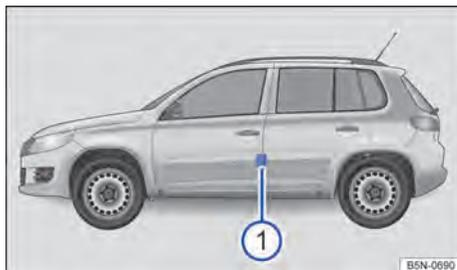

Fig. 205 Na coluna do condutor: etiqueta com as pressões dos pneus 1 (alternativa ao lado interno da portinhola do tanque).
- (A) Pressão dos pneus para os pneus do eixo dianteiro.
- (B) Pressão dos pneus para os pneus do eixo traseiro.
- (1) Pressão dos pneus no carregamento parcial.
- (2) Dependendo do veículo: pressão dos pneus de conforto no carregamento parcial.
- (3) Pressão dos pneus no carregamento total.
- (4) Pressão dos pneus para a roda sobressalente ou para a roda de emergência.
A etiqueta com as pressões dos pneus fornece a pressão dos pneus correta para os pneus montados de fábrica. As indicações valem para os pneus de verão, do ano todo e de inverno. A etiqueta com as pressões dos pneus está na coluna da porta do condutor ⇒ Fig. 205 (1) ou na parte interna da portinhola do tanque.